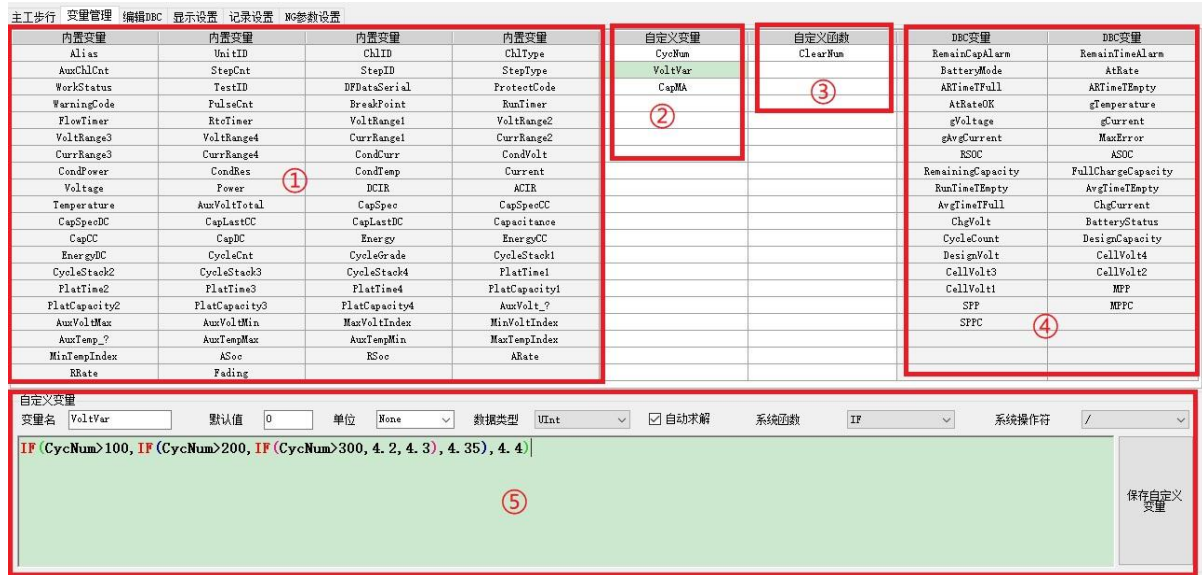

图 8-8 变量管理
- ①、内置变量区，是系统自带，不可编辑修改，只可引用；
- ②、自定义变量区，用户自定义变量，有独立存储空间，可以修改；
- ③、自定义函数区，用户自定义函数，无存储空间，调用时可执行对应的函数体；
- ④、DBC 变量区，用户加载的 DBC 变量；
- ⑤、变量编辑区，图 8-8 即为自定义变量 VoltVar 的表达式，勾选 自动求解（主动实时更新计算），如果不勾选则表示由被动调用计算，图 8-9 为自定义函数，其函数体为赋值表达式；